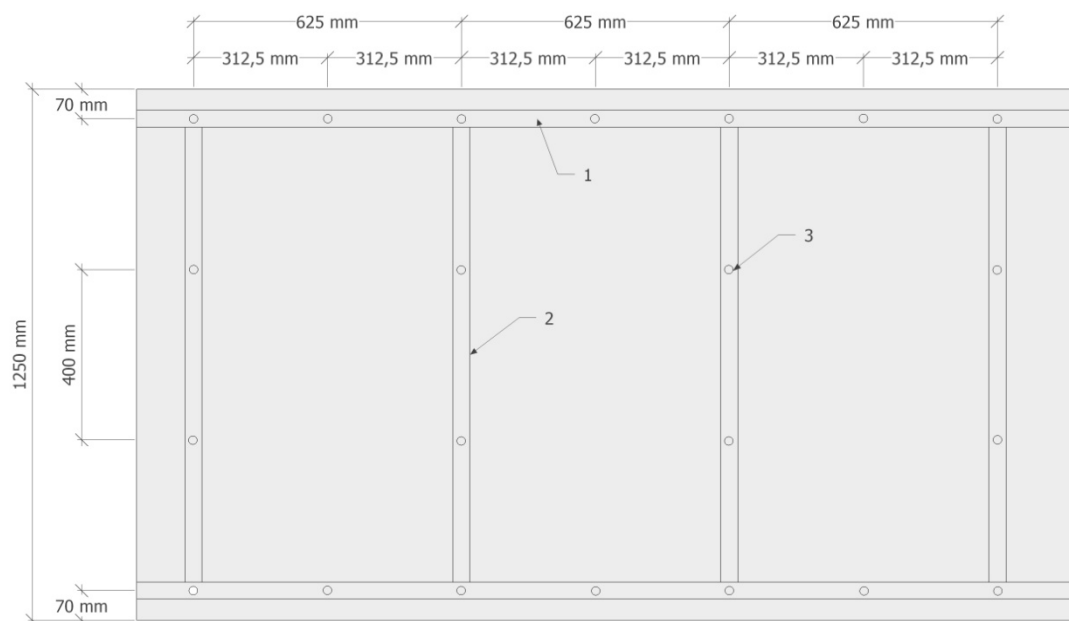

Fig. 1
1. Montarea plăcilor Stonerex 16mm pe structură portantă (Fig. 1)